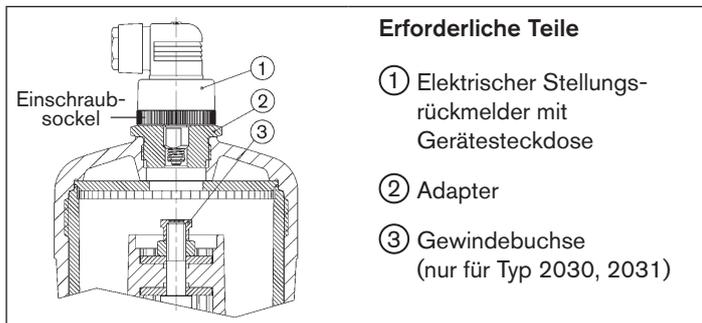

Bild 11: Antriebsgröße 100, 125 (Ø in mm) mit elektrischem Stellungsrückmelder
- Adapter ② anstelle der Klarsichthaube auf den Antrieb schrauben (siehe „Bild 11“).
- Elektrischen Stellungsrückmelder ① in den Adapter ② schrauben, dabei den Hinweis in Kapitel „10“ beachten.